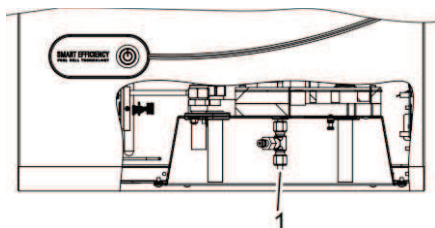

Abb. 18: Gasversorgung anschließen
2. Den Verlauf der Gasleitung (Abb. 18/1) vom Gerät zu der vorgesehenen Anschlussleitung nach den gesetzlichen Richtlinien und den örtlichen Vorschriften festlegen.